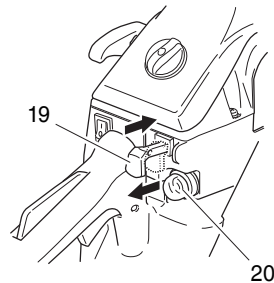

Fig. 14
*Empujar varias veces la bomba cebadora (20) de manera que el combustible fluya a través del bulbo hacia el carburador. (Fig. 14)
- Tire de la palanca del estrangulador (19) hasta la posición de estrangulamiento (Fig. 14). Esto bloqueará el estrangulador automáticamente en la posición de aceleración media.
- Cuando escuche la primera ignición, devuelva la palanca del estrangulador (19) a su posición original. (Fig. 14)